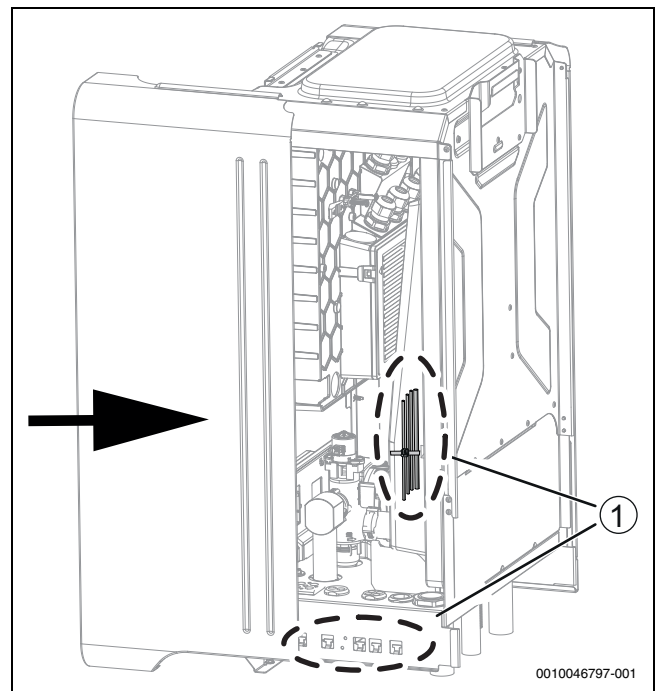

Bild 35 Schieben Sie die Seitenabdeckung an ihren Platz
- Achten Sie darauf, dass keine Kabel zwischen der Seitenabdeckung und dem Aufbau eingeklemmt werden (→ Abbildung 35 [1]).